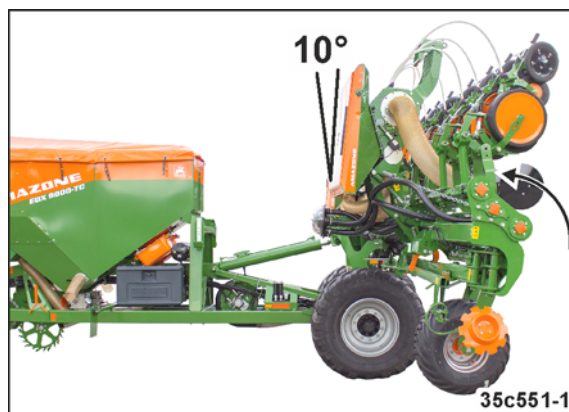

Fig. 278
14. Actionner le distributeur *jaune* du tracteur jusqu'à ce que le bâti arrière se trouve à env. 10° avant la position verticale (voir Fig. 278).
Corrigez éventuellement l'inclinaison du bâti arrière (voir Fig. 278).